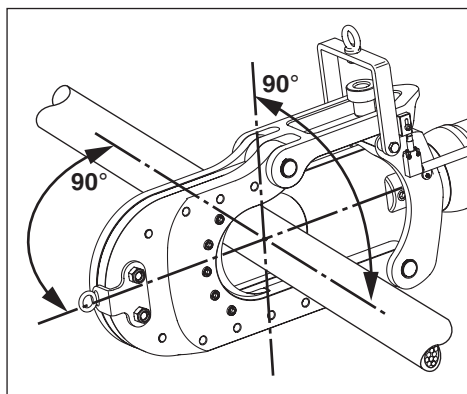

Figura 8, Colocar el material en el cabezal de corte
Coloque el material a cortar entre las cuchillas de corte, de modo que estén perpendiculares con respecto al eje del pistón, tal como se muestra en la Figura 8. Esto proporcionará la mejor calidad de corte, ejerciendo la menor cantidad de carga en el cortacables.
5. Coloque el material a cortar entre las cuchillas fijas y móviles. Asegúrese de que esté perpendicular al eje del pistón, tal como se muestra en la Figura 8. Consulte las instrucciones en la Sección 8.5 para más información.